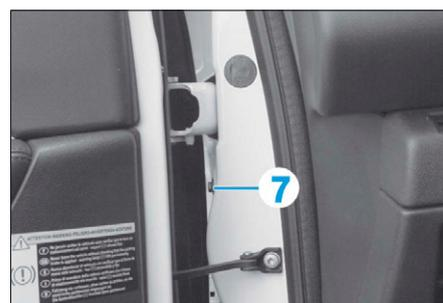

FIG. 97
- la vis (7) (par l'ouverture de porte avant) (Fig.97).